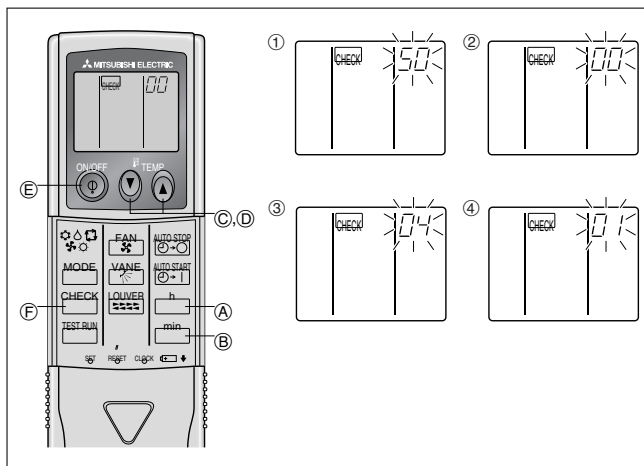

Fig. 6-9
⑧ Appuyer sur la touche MODE (E), les numéros de programmation et de mode (I) et (II) changeront et seront continuellement affichés, et les détails de la programmation pourront être confirmés.
⑨ Appuyer simultanément sur les touches FILTER (A) et TEST RUN (B) pendant au moins 2 secondes. L'écran de sélection des fonctions apparaît momentanément, et l'affichage d'arrêt du climatiseur apparaît.
2) Pour la télécommande sans fil (Fig. 6-9)